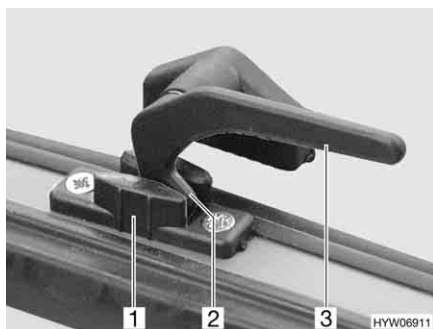

Bild 9 Verriegelungshebel in Stellung "Dauerbelüftung"
- in Stellung "Dauerbelüftung" (Bild 9)
- Den Verriegelungshebel (Bild 9,3) eine viertel Umdrehung zur Fenstermitte hin drehen.
- Den Verriegelungshebel wieder zurückdrehen. Die Verriegelungsnase (Bild 9,2) dabei in die Aussparung der Fensterverriegelung (Bild 9,1) einfahren.